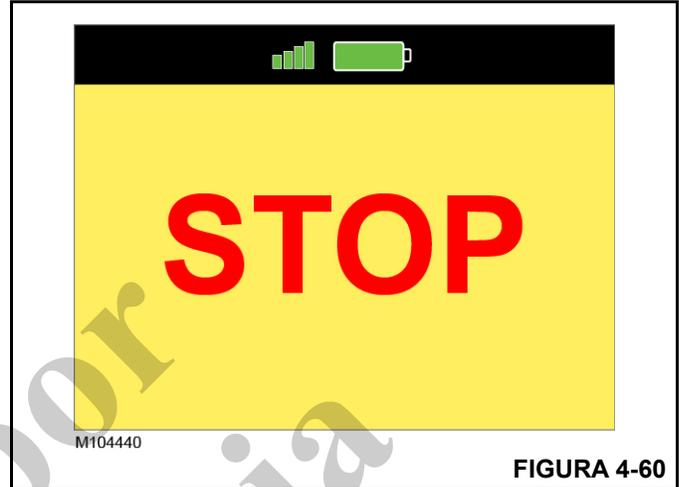

FIGURA 4-60
- Se muestra la pantalla de parada (Figura 4-60).